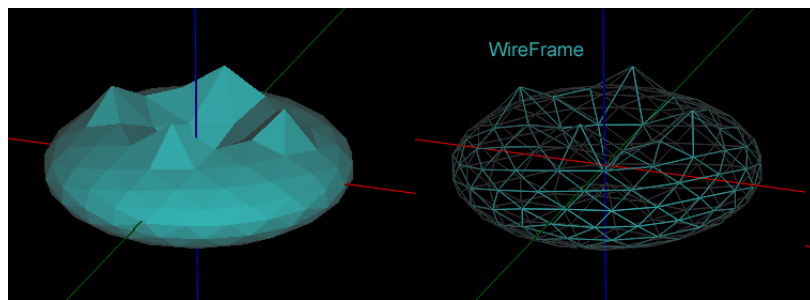

Figura 3.5.: Wireframe
- **Wireframe** - attiva/disattiva la visualizzazione degli oggetti 3D in superfici ombreggiate o modalità wireframe, vedi Figura 3.5.